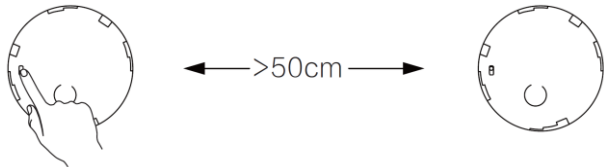

图7-打开电源
1. 取两个计划互联的产品，把第一个产品底部的电源开关拨到“ON”位置，如图7所示。